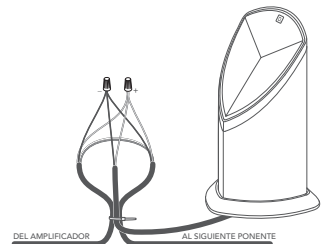

Figura 6
8. Corte los dos cables correctos para el altavoz izquierdo o derecho (consulte las tablas a continuación) y pele 3/4 de pulgada de aislamiento en los extremos expuestos de los cables de entierro; a continuación, pele 3/4 de pulgada de aislamiento de los extremos del cable flexible del altavoz correspondiente (ver figura 6).
9. Cree un bucle de aproximadamente 10 pulgadas y utilice una brida de alambre para sujetar el bucle de alambre y el cable flexible del altavoz para proporcionar alivio de tensión, como se muestra en la figura 6.